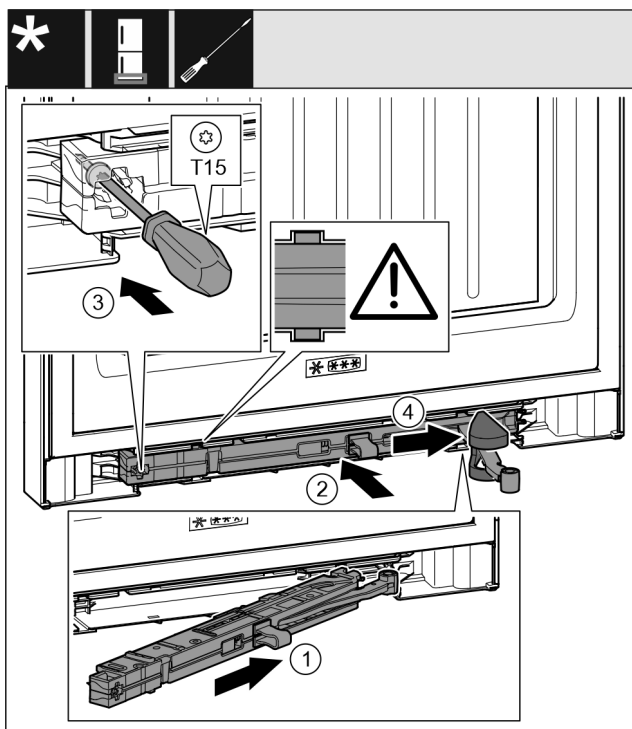

Fig. 42
- ▶ Côté support de palier, pousser l'unité d'amortissement de fermeture Fig. 42 (1) jusqu'en butée de biais dans l'évidement.
- ▶ Pousser complètement l'unité d'amortissement de fermeture Fig. 42 (2) dans l'évidement.
- ▶ Serrer la vis Fig. 42 (3) avec un tournevis.
- ▶ Pousser le cache Fig. 42 (4) sur la jointure.